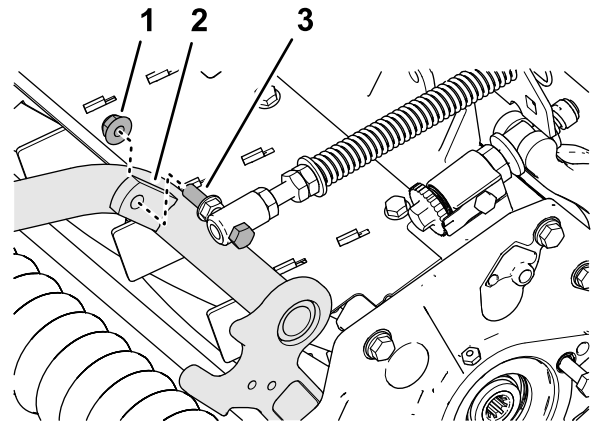

Figure 13
- Fixez le ressort de compensation sur la patte droite du bâti porteur (Figure 13) avec le contre-écrou à embase ( $\frac{3}{8}$  po).